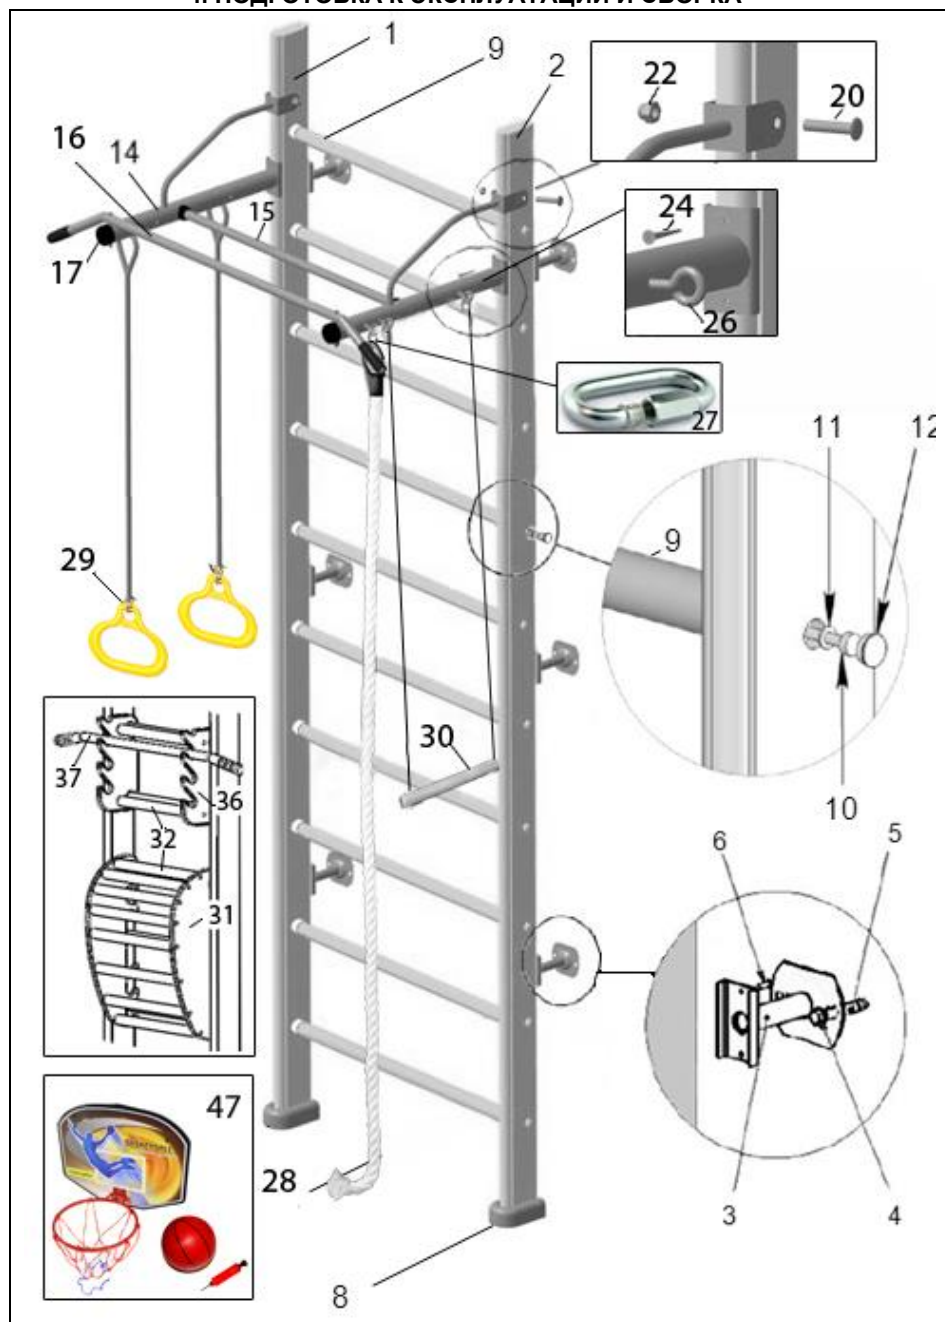
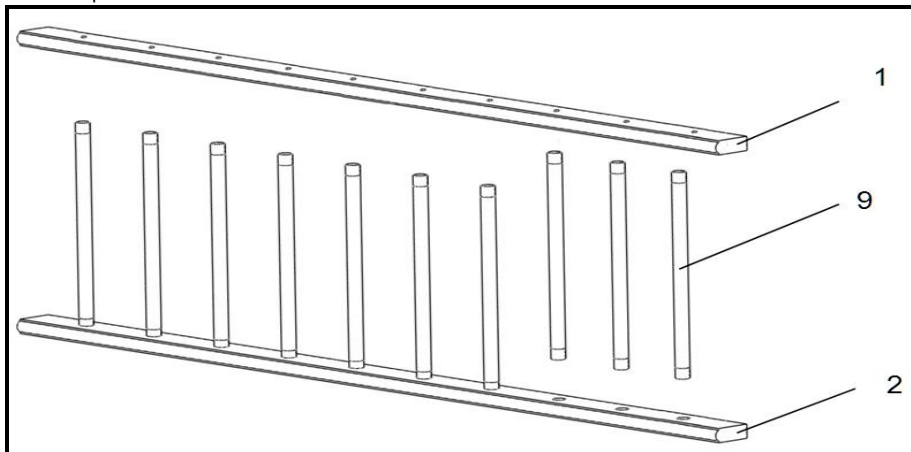

Рисунок 1
Рисунок 2
4.3. Вставить ступени-поперечины (№9) в соответствующие отверстия стоек (№1, №2) (рисунок 2). С помощью саморезов (№10) и шайб (№11) закрепить поперечины к стойкам. Установить заглушки (№12) (рисунок 1).